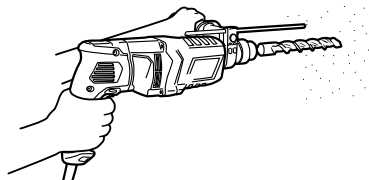

图 7
(1) 安装钻头。
(2) 将钻头尖端放在钻孔位置，然后拉动触发开关。(图 7)
(3) 使用锤钻进行作业时，不需要用力推压。只要稍加按压，让钻碎的粉尘徐徐排即可。
钻头碰到建筑物的钢筋时会立即停止转动。但锤钻又将随即转动 (如图 7)，因此，必需握紧侧柄和操作柄。